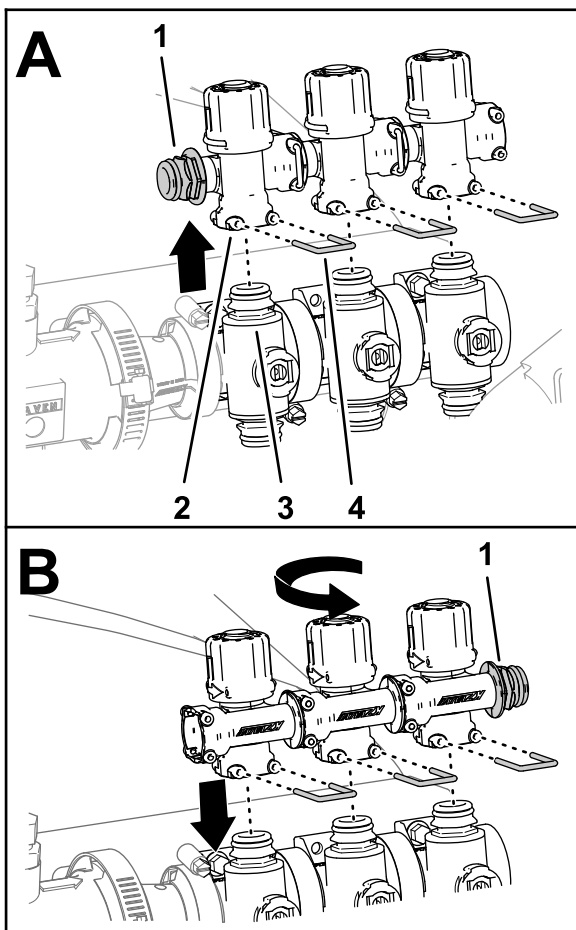

Figure 66
4. Retirez les 3 étriers qui fixent les 3 soupapes de dérivation aux vannes de section gauche, centrale et droite (Figure 66).
5. Soulevez et déposez les soupapes de dérivation des vannes de section (Figure 66).
6. Faites pivoter les soupapes de dérivation de 180° et placez-les sur les raccords rapides des vannes de section (Figure 66).
7. Fixez les 3 soupapes de dérivation aux vannes de section à l'aide des 3 étriers que vous avez retirés à l'opération 4 (Figure 66).